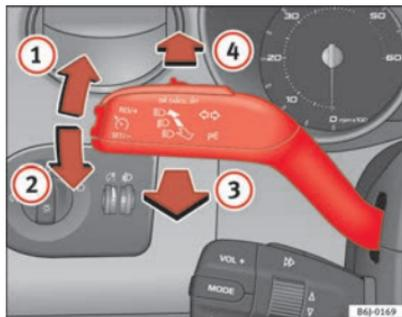

Abb. 55 Blinker- und Fernlichthebel
- Drücken Sie den Hebel bis zum Anschlag nach oben \Rightarrow Abb. 55 $\textcircled{1}$, um **rechts** zu blinken bzw. nach unten $\textcircled{2}$, um **links** zu blinken.
- Drücken Sie den Hebel nach vorne \Rightarrow Abb. 55 $\textcircled{4}$, um das Fernlicht einzuschalten.